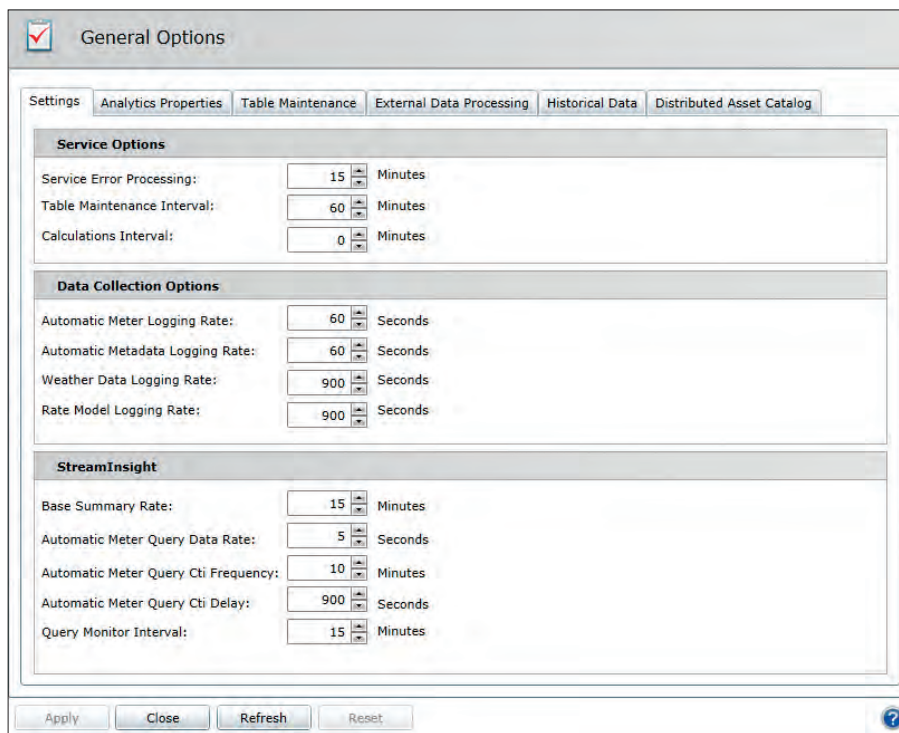

Рис. 3. Energy AnalytiX, Основные параметры (General Options)
2. Настройка общих параметров Energy AnalytiX (рис. 3):